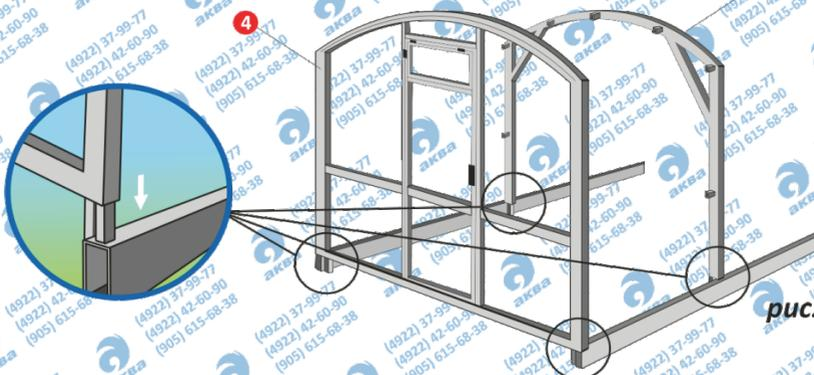

рис. 3
4. Устанавливаем и крепим на штыре основания цельносварной торец (поз. 4) и проходную дугу (поз. 5), как показано на рис. 3.